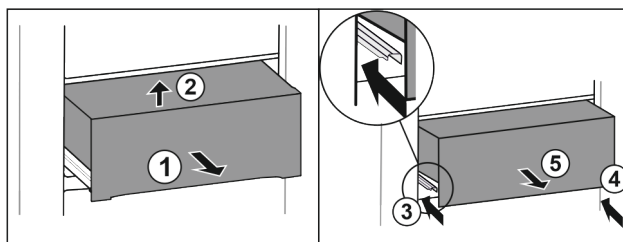

Fig. 28*
- ▶ Schuiflade er half uitschuiven Fig. 28 (1).*
- ▶ Aan voorzijde optillen Fig. 28 (2).*
- ▶ Linker rail erin schuiven Fig. 28 (3).*
- ▶ Rechter rail erin schuiven Fig. 28 (4).*
- ▶ Lade er naar voren uitnemen Fig. 28 (5).*